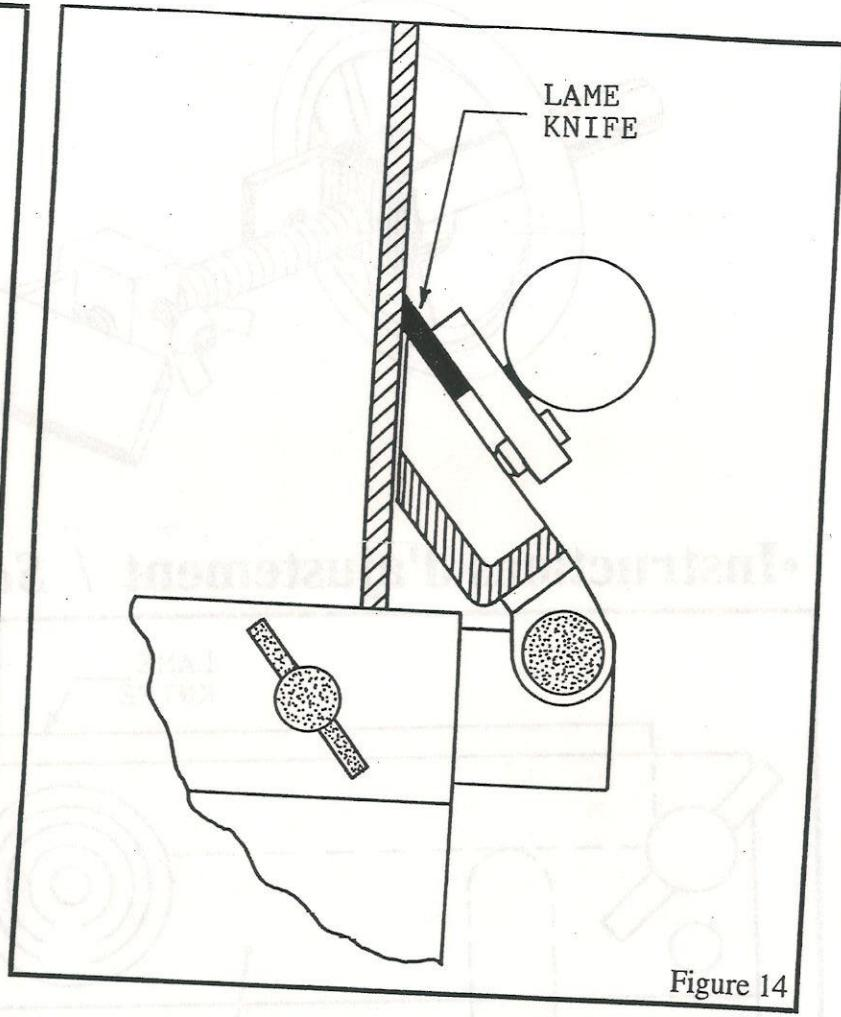

Figure 14
3- À l'aide d'une clé $\frac{7}{16}$ " (Fig. 14 (1)), ajuster la glissière du chariot à l'angle approprié:
3- With the help of a $\frac{7}{16}$ " wrench (Fig. 14 (1)), adjust the carriage slide to the proper angle: